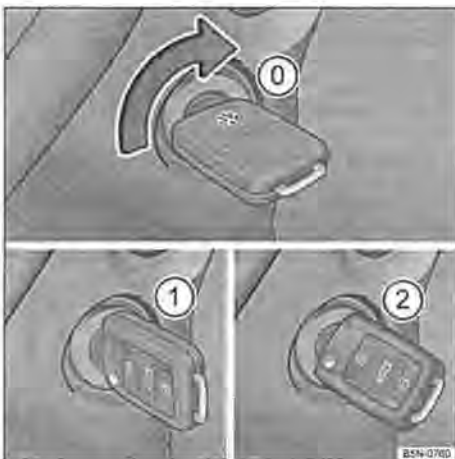

Fig. 75 Posizioni della chiave nel blocchetto di avviamento
Posizioni della chiave → fig. 75:
La chiave lasciata inserita nel quadro, nella posizione → fig. 75 ①, a motore elettrico spento, fa scaricare, a lungo andare, la batteria da 12 volt del veicolo.